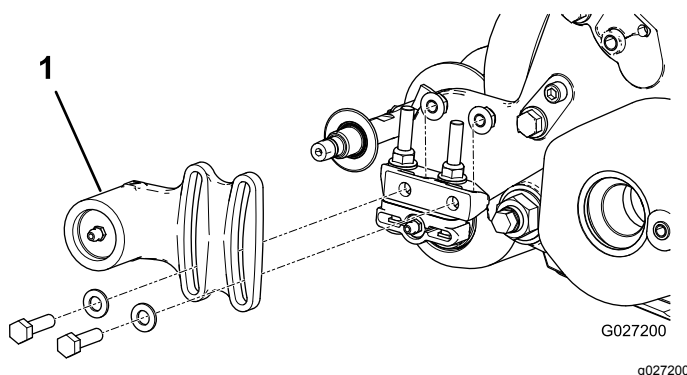
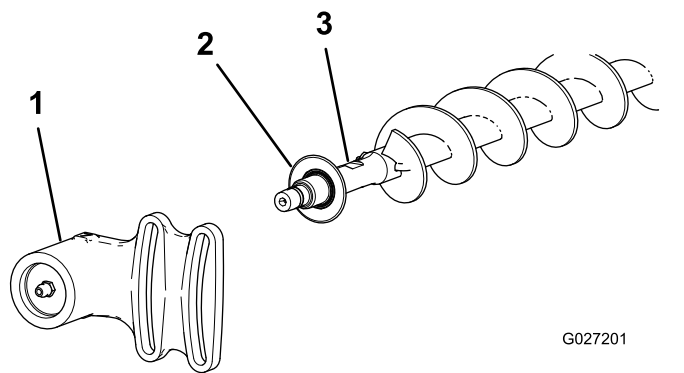

Figure 18
Figure 19
1. Si une brosse à rouleau est montée sur l'unité de coupe, enlevez les 2 boulons, rondelles et écrous qui fixent le logement de roulement libre au support de fixation du logement de roulement (Figure 18 et Figure 19).
2. Faites glisser le logement de roulement libre et le joint d'étanchéité pour les déposer de l'arbre de la brosse (Figure 19).
9. Montez le joint d'étanchéité et le logement de roulement libre sur l'arbre de brosse (Figure 19).